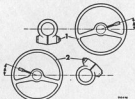

Abb. J.2
- (24) **Mk. II Modelle.** Lenksäule auf Ritzel aufsetzen, und zwar mit Klemmschraube wie aus Abb. J.2 exakt richtig positioniert, worauf die Schraube entsprechend dem Anziehmomentwert unter den "ALLGEMEINEN DATEN" festziehen ist.
- (25) Lenksäule heben und Klammer in Stützpunkt einsetzen. Hierzu ist der Winkel zu verstellen bis er mit der Klammer übereinstimmt und nicht umgekehrt, so daß die Lenksäule frei von Belastungen bleibt. Nachher Winkel am Armaturenbrett mit den Befestigungsschrauben festlegen.
- (26) Fahrtrichtungsanzeiger-Rückstellhebel wieder montieren und korrekt einstellen, daß der Gesamtwinkel: Stütze und Schraube zwischen 20,87 und 30,35 mm (1,174 und 1,196 in.) beträgt. Dafür Sorge tragen, daß der Längskopf der Schraube parallel zur Lenksäule steht, und sodann Kormeterarm festziehen. Lenksäulenklammer am Armaturenbrett festziehen.
- (27) Dafür Sorge tragen, daß äußere Lenksäule und Fahrtrichtungsanzeigerhebel entsprechend Abb. J.2 positioniert liegen, d.h. die Fahrtrichtungsanzeiger-Rückstellhebel-Schraube muß genau mittig zwischen den beiden Rückstellmechanismen des Schalters liegen.
- (28) Die einzelnen Bügelgeschraubenmutter der Zahnstange paarweise festziehen, wobei jede Mutter abwechselnd jeweils um eine halbe Umdrehung anzuziehen ist bis die Mutter festliegen.